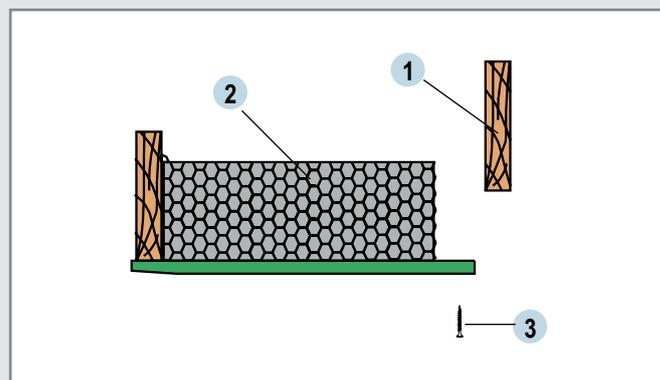
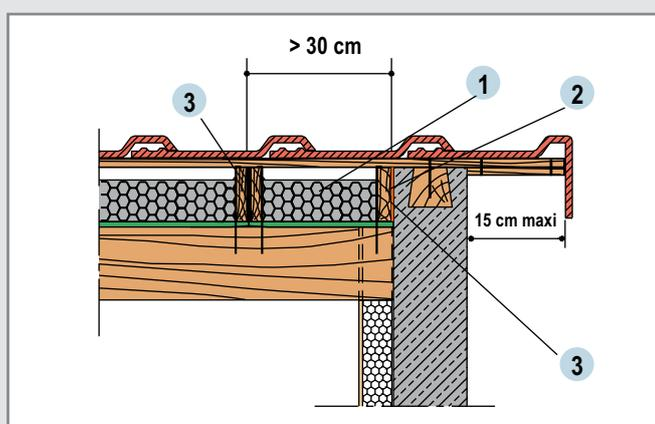

Fig. 16 : Panneau de butée large > 30 cm
Fig. 17 : Débord en pignon avec panne non traversante (panneau de butée de largeur > 30 cm)
Dans ce cas un chevron d'ossature est rapporté sur le panneau découpé, dont on aura préalablement soigneusement découpé l'isolant sur 25 mm (fig. 16). La fixation du chevron rapporté est assurée par clouage ou vissage de la sous-face dans le chevron. Ce caisson de largeur réduite (fig. 17) est alors fixé de la même façon qu'en partie courante.
- **Avec panne non traversante :** l'habillage supportant la couverture ne pourra dépasser du pignon de plus de 15 cm (fig. 17)